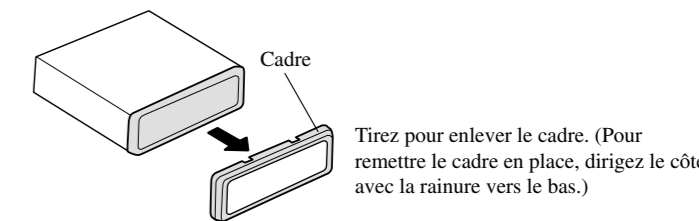

Fig. 11
1. Enlever le cadre. (Fig. 11)